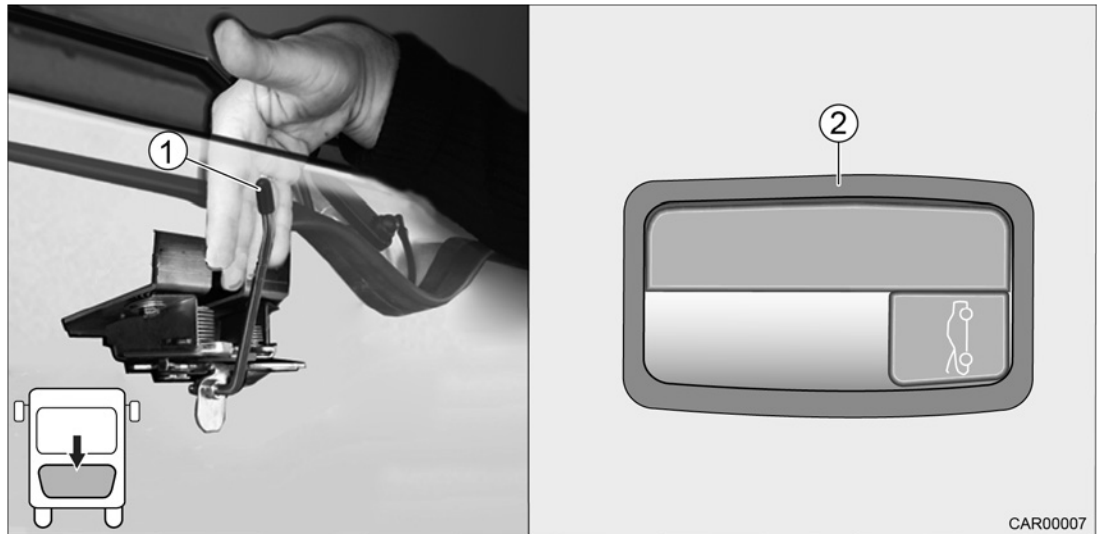

Fig. 13 Ouvrir le capot moteur
1. Déverrouiller le capot moteur avec le levier (Fig. 13/2) à gauche sous le tableau de bord.
2. Glisser le levier de sécurité (Fig. 13/1) derrière le capot moteur vers la gauche pour débloquer le verrouillage.